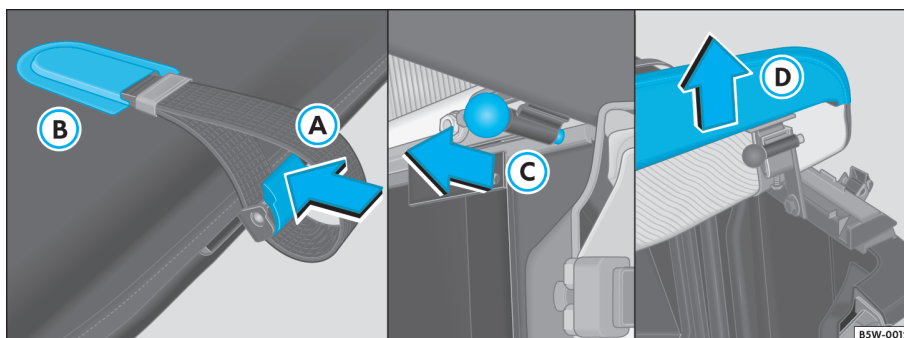

Fig. 75 Fijaciones y trabas del capó marítimo
- Apriete la traba (A) ⇒ fig. 75 y desprenda las dos fajas del extremo trasero del capó. Enseguida, introduzca el extremo de las fajas en el alojamiento (B) ⇒ fig. 75 para facilitar el recogido del capó.
- Abra la tapa trasera del compartimiento de carga ⇒ página 56, para acceder a las trabas de fijación interna del capó (C).
- Mueva el botón de trabado (C) ⇒ fig. 75 en el sentido de la flecha, en ambos lados y levante el extremo del capó en el sentido de la flecha (D) ⇒ fig. 75.